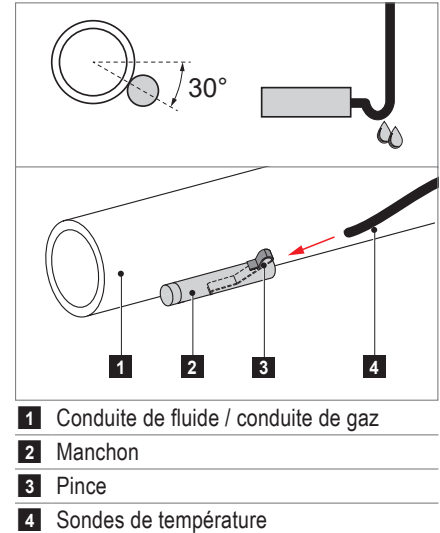

Fig. 48: Installation des sondes de température
- en dessous sur la conduite, comme représenté dans la Fig. 48